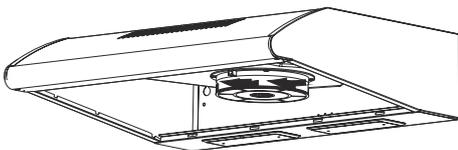

Abb. 9: KOHLEFILTER
- 1-Setzen Sie den Aktivkohlefilter in dessen Gehäuse ein. (Abb. 9).
- 2-Drehen Sie den Aktivkohlefilter im Uhrzeigersinn, und achten Sie auf dessen richtigen Sitz.(Abb. 9).